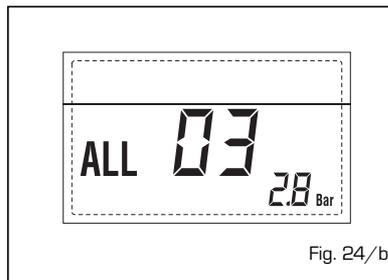

Fig. 24/b
- **ANOMALÍA SONDA CALEFACCIÓN "AL 05"** (fig. 24/d)